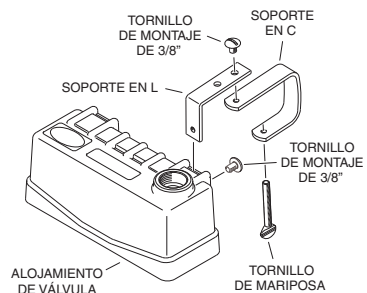

Figura 5
1. Deslice e introduzca los dos soportes en L en el alojamiento de la válvula según se ilustra (ver la figura 5).